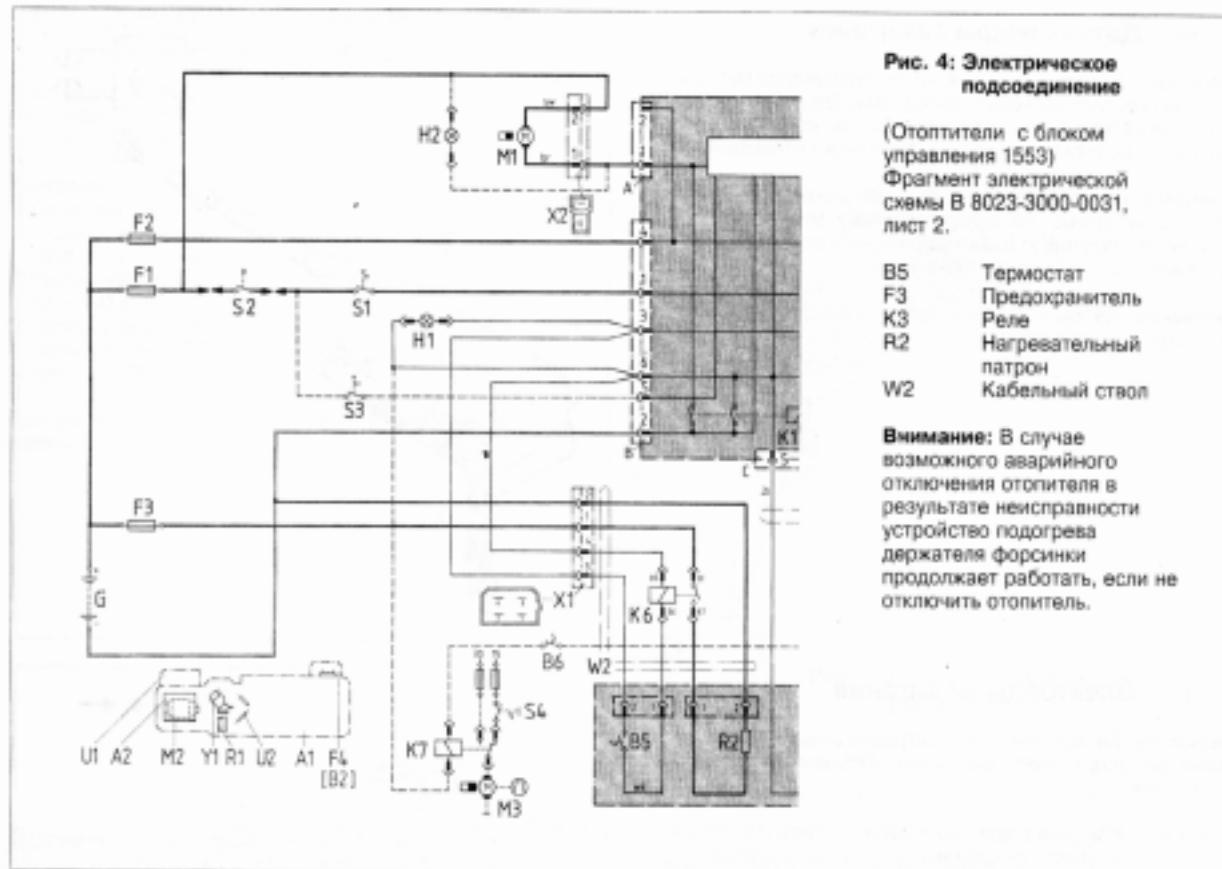
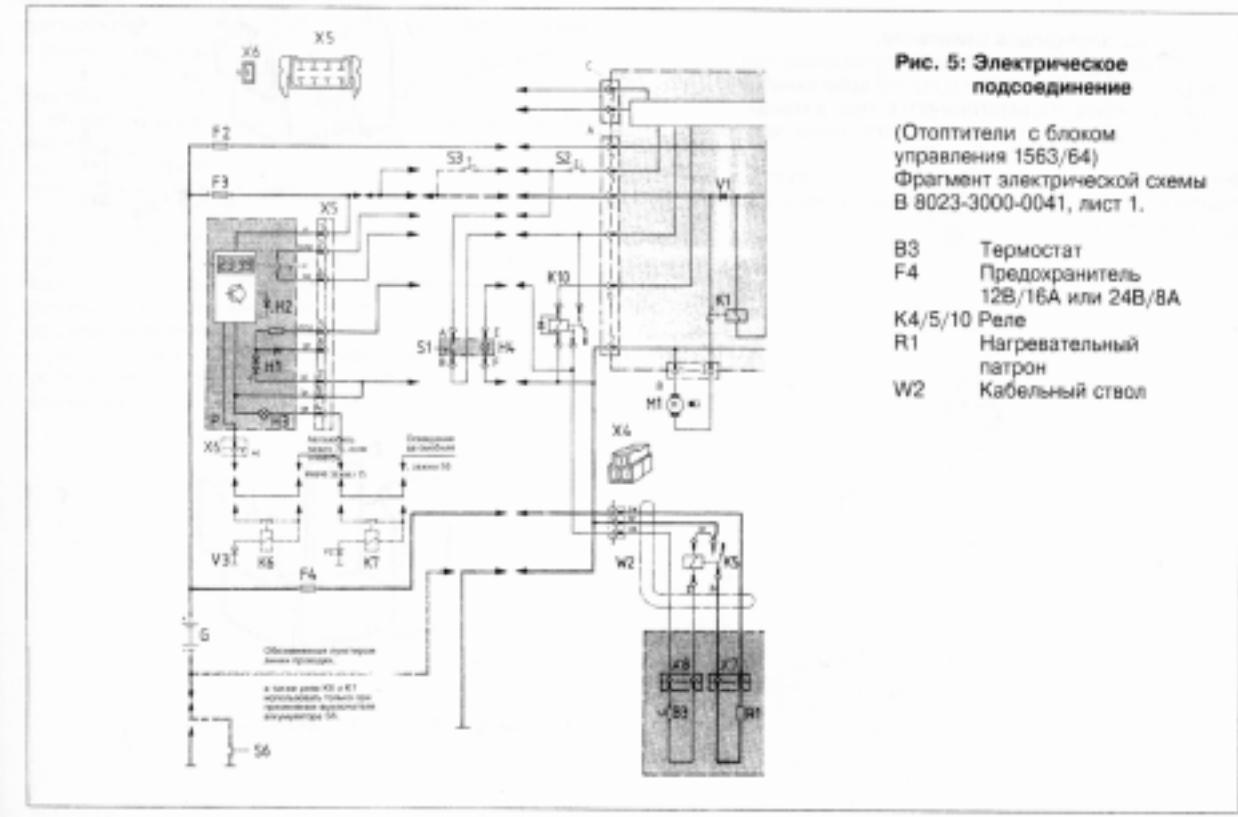

Рис. 4: Электрическое подсоединение
Рис. 5: Электрическое подсоединение
После включения отопителя с помощью S1 термостатом B5, B4 или B3 измеряется температура (рис. 5). При температуре прибл. в 0°C термостат выключается. Реле K6 (рис. 4) или K5 (рис. 5) реагирует и включает нагревательный элемент R2 (рис. 4) или R1 (рис. 5). Держатель форсунки нагревается. По достижении температуры прим. в 8°C термостат опять включается; подогрев держателя форсунки отключается. Дальнейший режим отапливания обеспечивается за счет подогрева держателя форсунки с помощью пламени. Потребляемая мощность устройства подогрева держателя форсунки:
- в) указательную табличку (рис. 5) (№ заказа 101 342) следует прикрепить в месте, хорошо видном и после установки (по возможности вблизи температурных элементов);